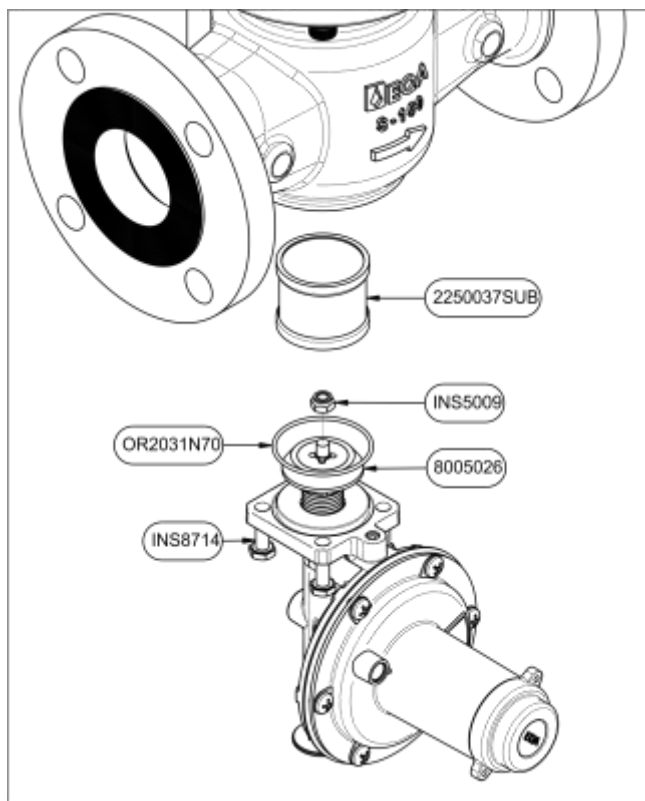

fig. 14
3. Reemplace el obturador 8005026. (Ver fig 14.)
4. Volver a montar el bloqueo en el cuerpo del regulador **verificando que estén en posición el O'ring OR2031N70**, ajustar los tornillos INS8714. (Ver fig 14.)